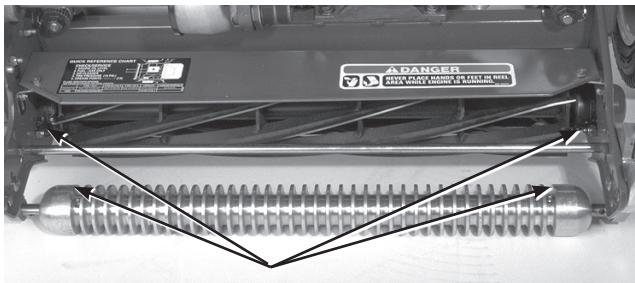

図24
- 前ローラ（2ヶ所）（図24）
- 後ベアリング（2ヶ所）（図24）